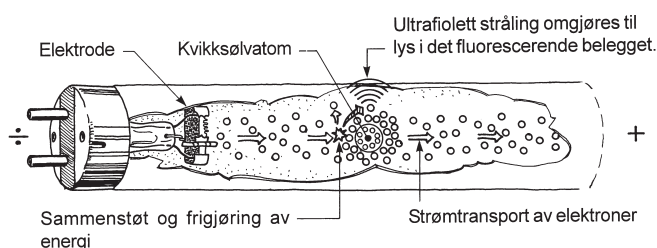

Fig. 321
- 321 *Oppbygning og typer.* Lysrøret er fylt med kvikksølv-damp som står under lavt trykk. I hver ende av røret er det en elektrode av wolframtråd, som er belagt med et emitterbelegg, for eksempel bariumoksid. Rørveggen er dekt med et belegg av fluorescerende luspulver. Mellom elektrodene oppstår det kontinuerlige elektriske utladninger. Det meste av strålingen som blir generert i utladningene, er ultrafiolett stråling. Når disse strålene treffer det fluorescerende luspulveret på innsiden av rørveggen, blir det omdannet til synlig lys. Det er kvaliteten på luspulveret som avgjør hva slag lysytelse og fargeegenskaper lysrøret har. Oppbygning og virkemåte er vist i fig. 321.